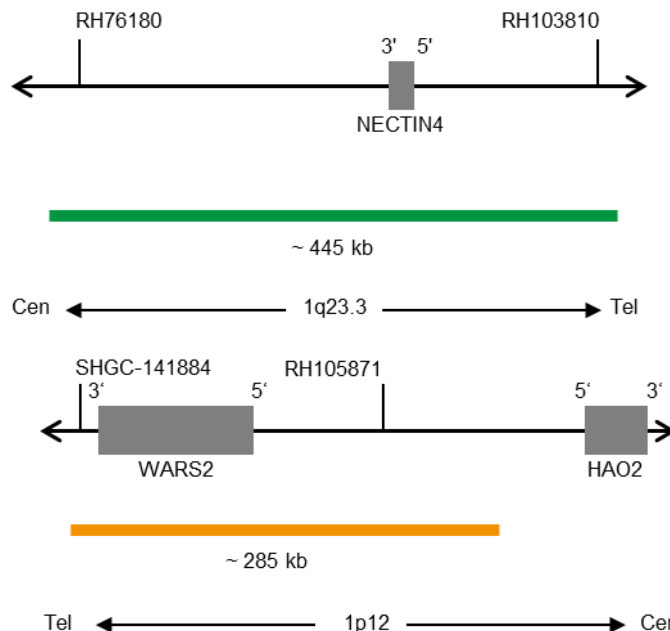

Abb. 1: : Oben: SPEC NECTIN4 Sondenlokalisation; Unten: SPEC 1p12 Sondenlokalisation (nicht maßstabsgetreu)
- ZyGreen (Anregung 503 nm/Emission 528 nm) markierten Polynukleotiden (~10 ng/μl), die gegen Sequenzen in 1q23.3* (Chr1:160,773,463-161,218,427) gerichtet sind, welche die NECTIN4-Genregion enthalten (siehe Abb. 1).
- ZyOrange (Anregung 547 nm/Emission 572 nm) markierten Polynukleotiden (~4,5 ng/μl), die gegen Sequenzen in 1p12* (Chr1:119,537,102-119,823,147) gerichtet sind (siehe Abb. 1).